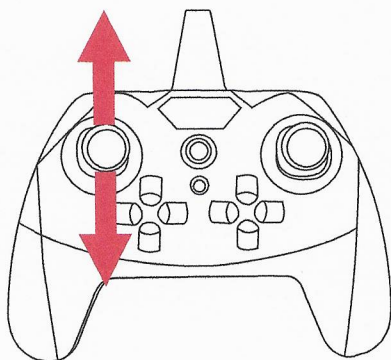

Figure 1: Appairage
2. Connecter la radiocommande au drone en poussant le joystick gauche vers le haut puis le bas (Figure 1).